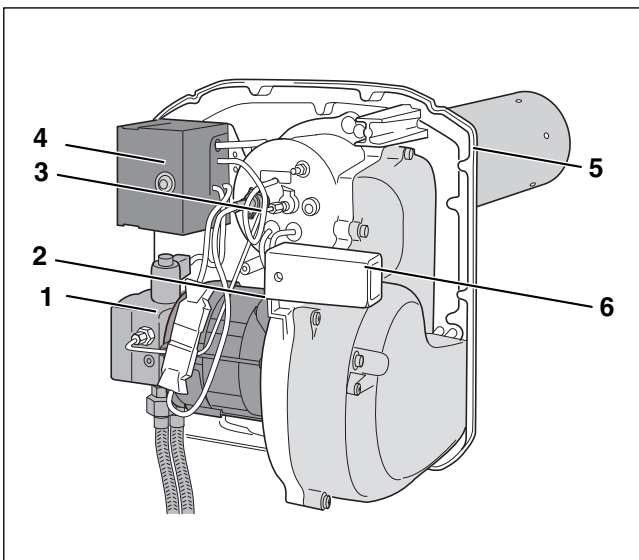

Bild 1 Brenner
- Brennerrohr (→ Bild 1, [5])
- Ölpumpe mit Magnetventil und Ölschlussschläuchen (→ Bild 1, [1])
- Brennergehäuse (→ Bild 1, [6])
- Brennermotor (→ Bild 1, [2])
- Ölfeuerungsautomat mit Entstörtaster (→ Bild 1, [4])
- Flammenfühler (→ Bild 1, [3])